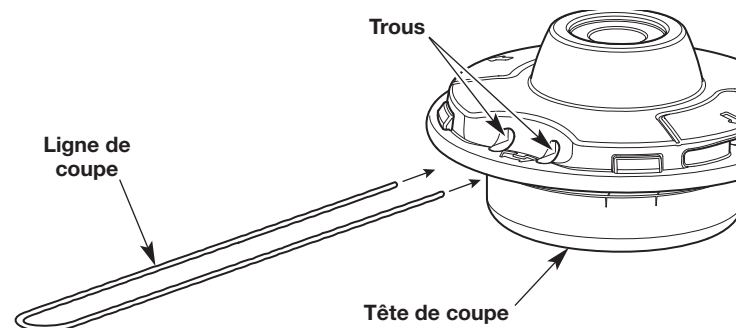
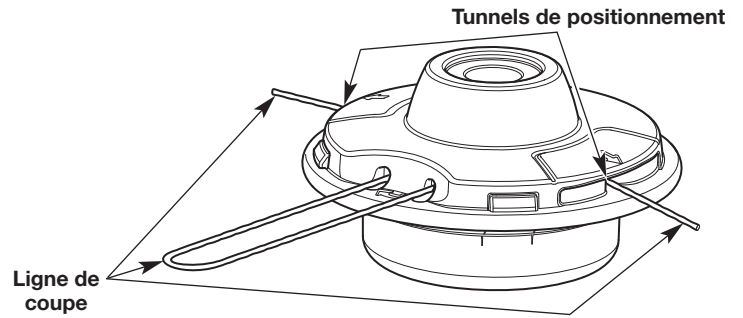

Fig. 9
Fig. 10
3. Insérer les extrémités du fil à travers les orifices se trouvant sur le côté de la tête de coupe (Fig. 9). Enfoncez la ligne de coupe dans ces trous jusqu'à ce que les deux extrémités ressortent des tunnels de positionnement (Fig. 10).